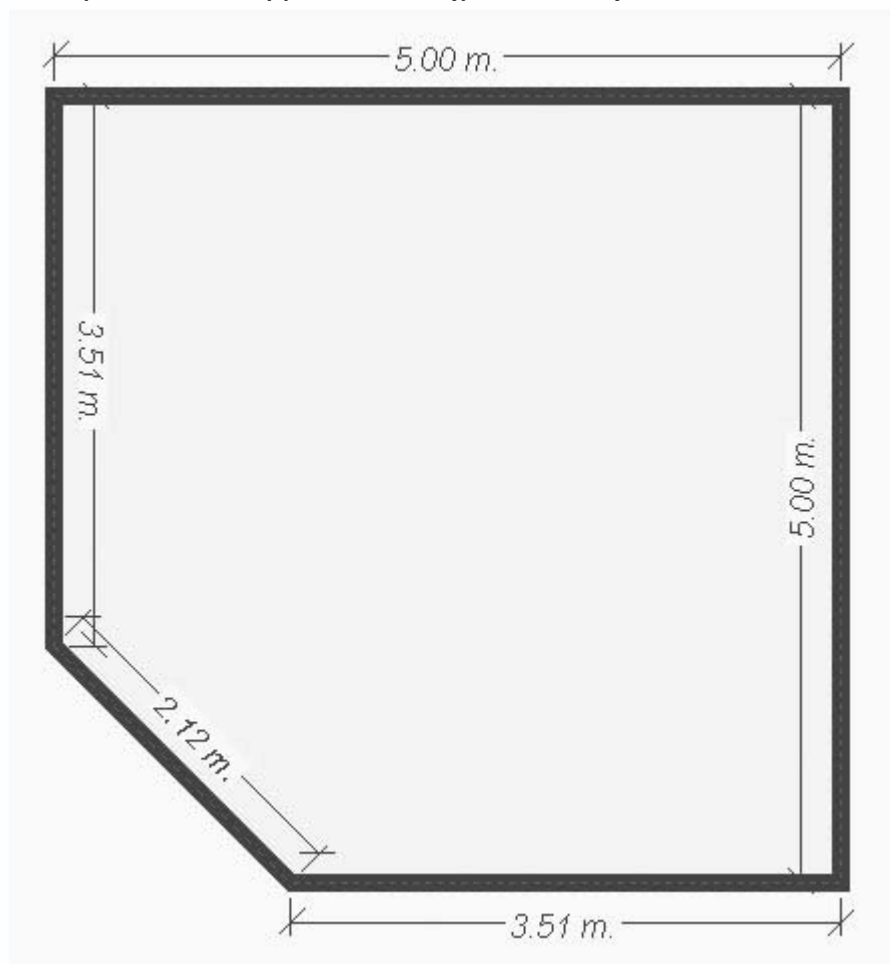

Рис. 6.16. План комнаты
1. Перейдите на вкладку Floor (Этаж) и выполните команду Exterior Wall (Внешняя стена). Постройте контур из стен (рис. 6.16).